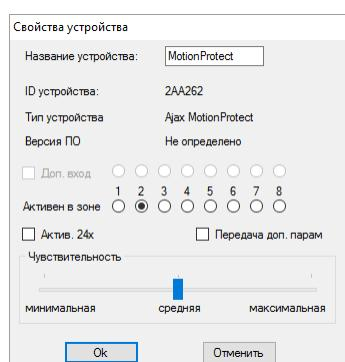

РИС. 5. Меню свойств датчика позволяет приписать его к зоне
4.3. Если датчик оказался ошибочно прописан в другой зоне, выберите курсором название датчика и правым кликом мыши вызовите контекстное меню, найдите пункт «Свойства». Появляется окно настроек, позволяющее переназначить зону для датчика (РИС. 5). Меню свойств датчика также можно вызвать, нажав в дереве «Радиоустройства» соответствующую кнопку напротив датчика в общем списке датчиков.
При подключении дополнительного проводного датчика на выносную клемму беспроводного датчика, в свойствах последнего должен быть активирован чекбокс «Доп. вход» и выбрана зона для проводного датчика (РИС. 5). Если датчик (например, затопления) рассчитан на круглосуточную работу, активируйте в свойствах чекбокс «Актив. 24x». Не стоит размещать 24-х часовые и обычные датчики в одной зоне! При необходимости, отрегулируйте чувствительность датчика.